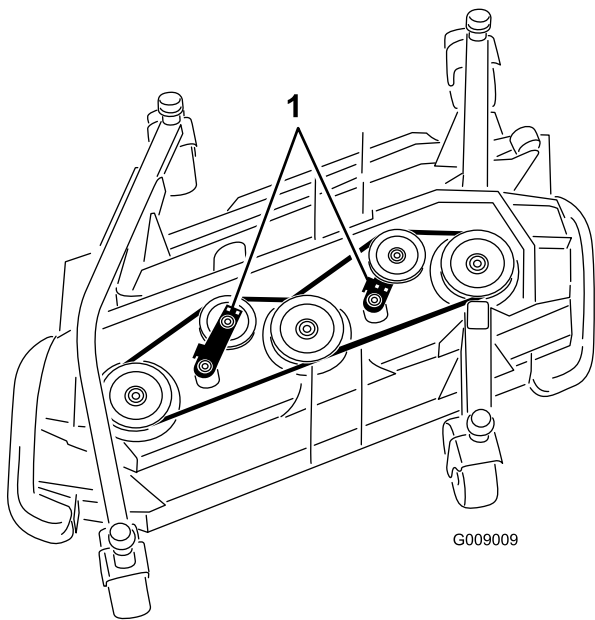

Figura 127
5. Utilizando uma chave de roquete ou ferramenta semelhante, afaste as polias intermédias da correia da transmissão para libertar a tensão da correia e permitir que esta saia das polias (Figura 127).